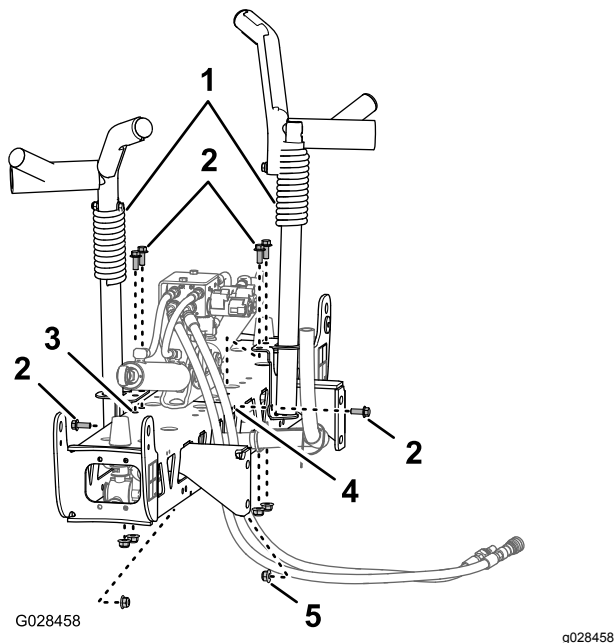

Figure 37
2. Alignez les berceaux de transport de rampe sur la section de rampe centrale (Figure 37).
3. Montez les berceaux sur la section de rampe (Figure 37 et Figure 38) à l'aide de 6 boulons ( $\frac{3}{8}$ " x 1") et de 6 contre-écrous à embase ( $\frac{3}{8}$ ").